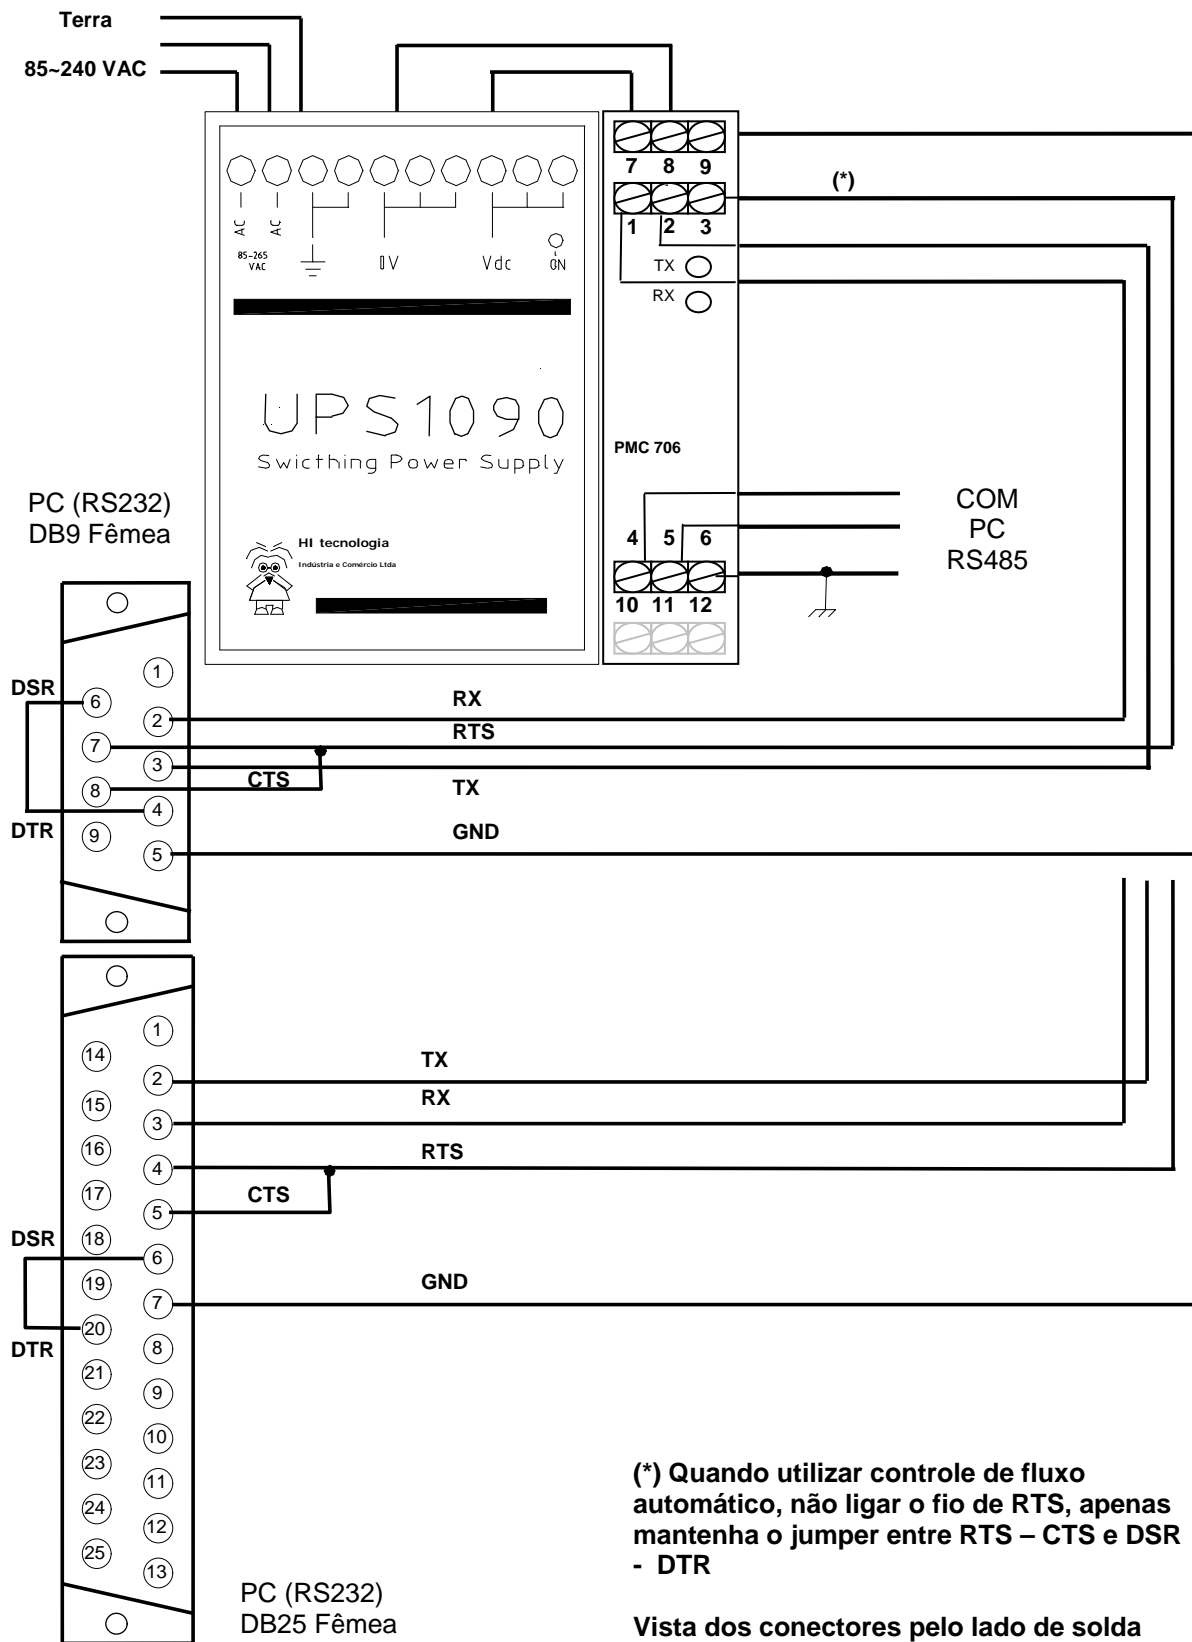

Figura 24: Uso do conversor RS232/485 com PC
O uso do conversor com o PC é feito pelo cabo de comunicação específico para esta configuração, sendo mostrado na figura 24 o esquema de ligação do cabo, e uma fonte externa da HI Tecnologia UPS1090 (ou UPS1094), a qual alimenta o conversor com 24 volts.
Para o PC comunicar com os controladores em RS485, é necessário configurar a comunicação deste para controlar o conversor RS232/485 da HI Tecnologia conforme o item 4.5.1 (*Straps* de configuração do conversor). Deve ser utilizado o cabo conforme a figura 24.